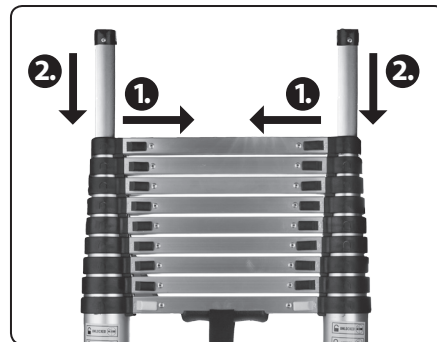

Abb. 10
3. Die Endteile (Stützteile) des Rohrs gleiten nicht automatisch hinein, wenn die Leiter zusammengeklappt wird, und es ist erforderlich, jedes einzelne Rohr zu entriegeln und manuell einzufahren (Abb. 10).